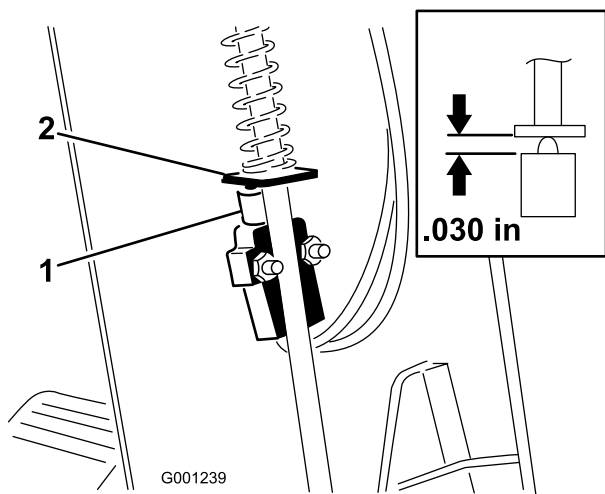

Bild 62
3. Schieben Sie die Abdeckung auf der Lenkwelle nach oben, um den Schalter der Feststellbremse freizulegen (Bild 62).
5. Richten Sie die Schaufel der Feststellbremsstange mit dem Schalterkolben aus (Bild 62)
6. Drücken Sie die Feststellbremsstange nach unten und den Schalter nach oben, bis die komprimierte Länge des Schalterkolbens 0,8 mm beträgt (Bild 62, Einsatz). Dies ist der Abstand zwischen der Schaufel der Bremsstange und dem Gehäuse des Schalterkolbens.